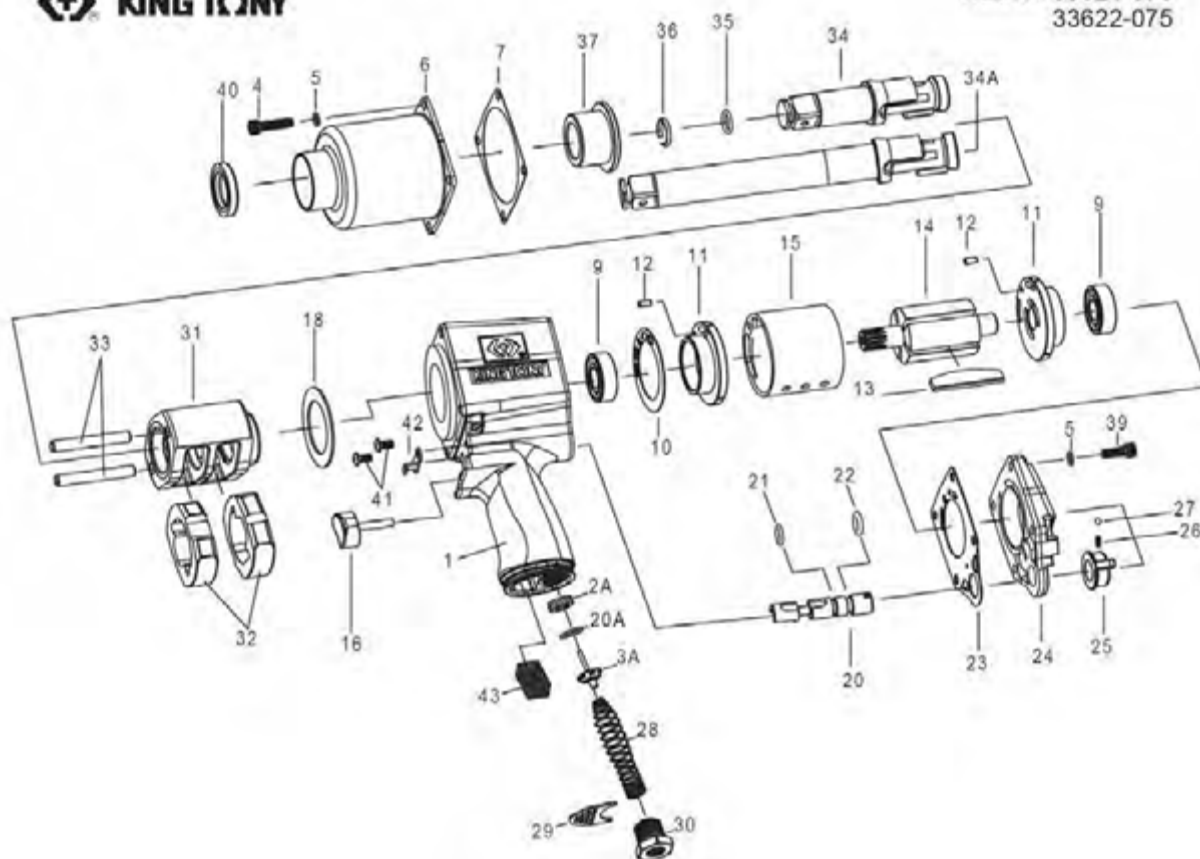

Рис. 3
- Управление гайковёртом осуществляется с использованием пускового курка (Рис.3, п. 16), который находится под указательным пальцем. При нажатии на курок сжатый воздух поступает в рабочую полость двигателя и вращает ротор. Следует учесть, что после того как Вы отпустите курок вращение механизма будет осуществляться ещё несколько секунд. В целях безопасности, кладите гайковёрт после того как он полностью остановился.
- Регулировка усилия осуществляется вращением переключателя реверса (Рис.3, п.25). Режимы «закручивание» (F) и «откручивание» (R) устанавливаются им же.